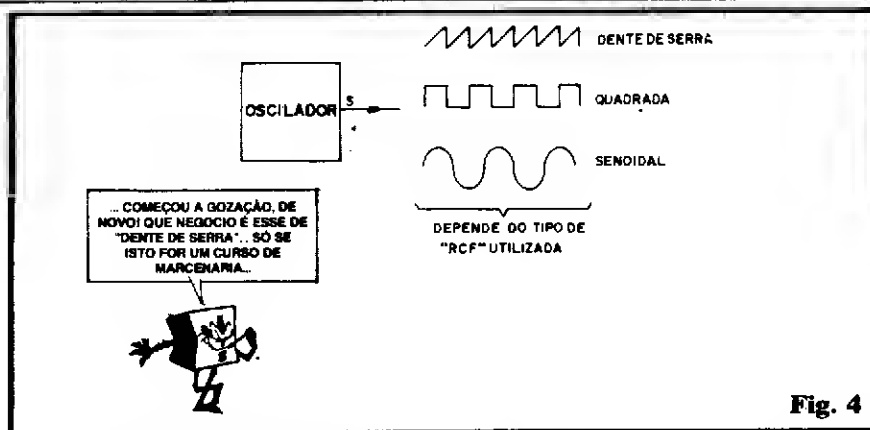

Fig. 4
- FIG. 4 - Falando em "FORMA DE ONDA", Vocês lembram (rever a 3ª "Aula" do ABC...) que costumamos fazer a representação gráfica das Correntes e Tensões através de um simples nomograma que inclui, "visualmente", a grandeza TEMPO, e que assim nos permite "ver o desenho" dos aspectos dinâmicos dos fenômenos elétricos... Chamamos a isso de FORMA DE ONDA, porém
nem sempre o tal “desenho” lembra, nitidamente, uma “ONDA” (salvo nas correntes que se manifestam senoidalmente, com a C.A. domiciliar, lembram...?). Os sinais produzidos pelos OSCILADORES, dependendo principalmente da própria rede de Realimentação/Correção de Fase (RCF) utilizada, podem apresentar-se em diversos “formatos”, conforme sugerem os gráficos da fig. 4. Geralmente, um acoplamento com Resistor/Capacitor, na RCF, proporciona formas de onda em “dente de serra” ou “quadrada”, enquanto que realimentações via Indutores ou Transformadores permitem obter um formato “senoidal” no sinal gerado... Veremos isso com mais detalhes, quando estudarmos cada caso particular (e suas aplicações). A propósito de “FORMAS DE ONDA”, podemos entender isso através de gráficos, “matemáticas” ou mesmo através da visualização direta, num aparelho chamado OSCILOSCÓPIO (que estudaremos, no devido tempo...), porém, quando a manifestação se encontra em frequência audível, nossos próprios ouvidos podem identificar o “formato”! Instrumentos musicais de som “macio”, suave (como flautas e violinos...) geram um sinal basicamente **senoidal**... Já geradores de ruídos propositalmente agressivos ou irritantes, (como sirenes de alarme ou buzinas de carro) geram um sinal em “dente de serra” ou “quadrado”...).